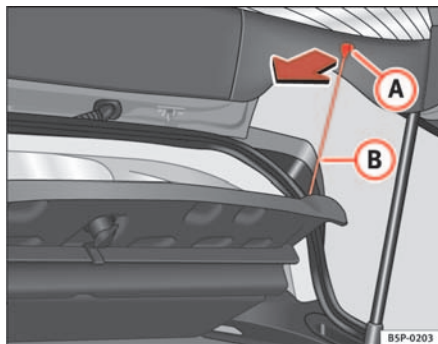

Abb. 121 Hutablage
- Die Streben \Rightarrow Abb. 121 **B** aus den Aufnahmen **A** aushängen.